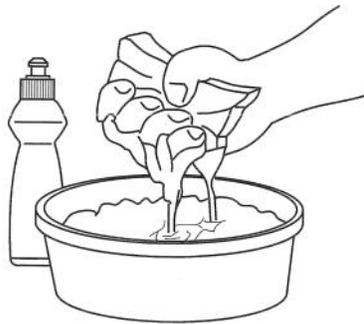

Figure 23
3. Laver le filtre à air dans du détergent ménager ou du kérosène (Fig. 23).